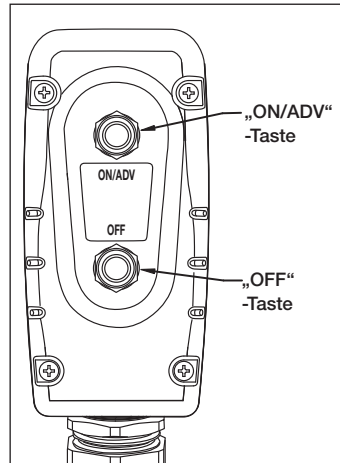

Abb. 6, Tasten der Fernbedienung
Siehe Abb. 6
1. Um die Pumpe zu starten, drücken Sie die „ON/ADV“-Taste auf der Fernbedienung. Siehe Abb. 6. Der Motor startet automatisch und der Schlüssel läuft vorwärts. Der Schlüssel bewegt sich weiter vorwärts, solange die Taste gedrückt wird. Das Manometer zeigt den Druck im Vorlaufkreislauf an.